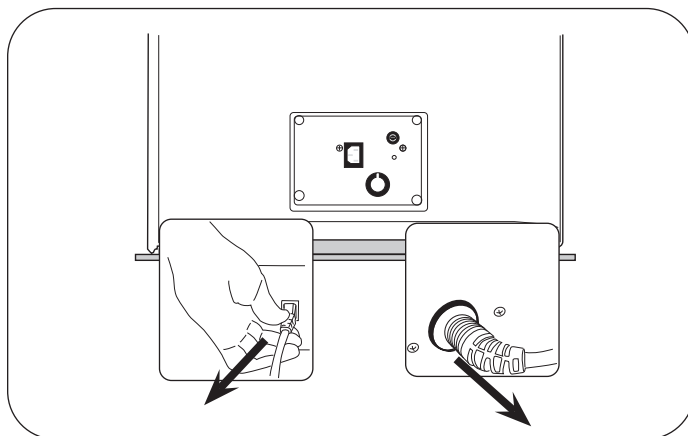

Figure 12. Débrancher la pédale de commande et le cordon d'alimentation
14. Débrancher la pédale de commande et le cordon d'alimentation et les remettre dans le tiroir de rangement avant (Figure 12).